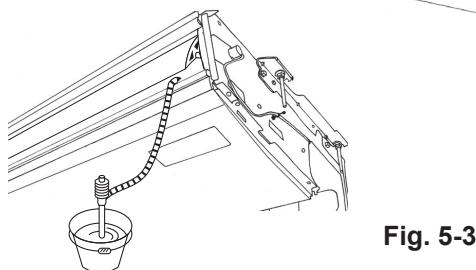

Fig. 5-3
- Fixe o casquillo de junta ⑤ fornecido com a unidade à porta de drenagem na unidade com um adesivo de cloreto de vinilo.
- Aperte a tampa da tomada ⑥ fornecida com a unidade ao casquillo de junta ⑤.
- Fixe a tubagem de drenagem do campo (VP-20) ao casquillo de junta ⑤ com um adesivo de cloreto de vinilo.
- Isole a tampa de tubagem de drenagem ⑦ fornecida com a unidade. (Isolamento da costura)
- (A) Recipiente de drenagem
- (B) Tubagem de drenagem
- (C) Tampa da tomada ⑥
- (D) Casquillo de junta ⑤
- (E) Tampa da tubagem de drenagem ⑦
- (F) Comprimento de inserção de 37 mm
5. Verifique se a drenagem se faz correctamente (Fig. 5-3)